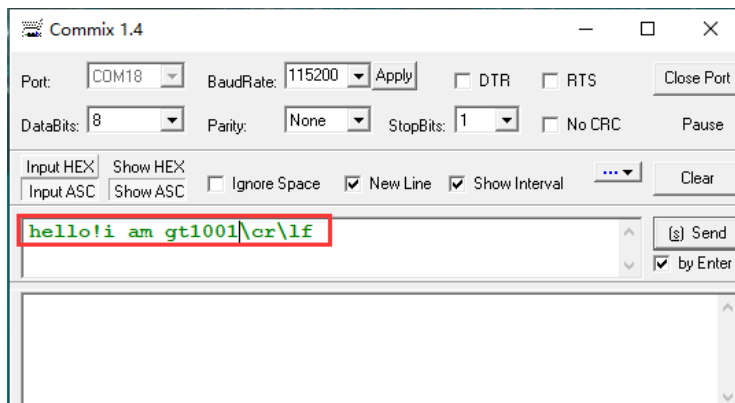

图 5-7 串口参数设置界面
(4) 打开“Commix”串口测试工具，串口参数设置如图 5-7 所示，然后点击“open port”打开串口。